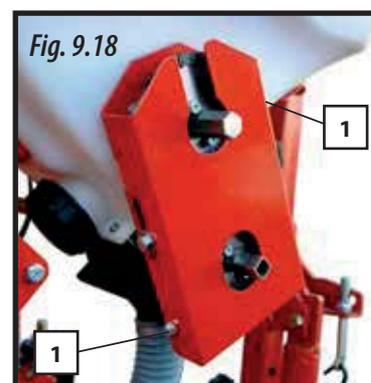

Fig. 9.18
- 1- Retirer les vis de fixation des couvercles (1, Fig. 9.18) puis déposez ceux-ci.